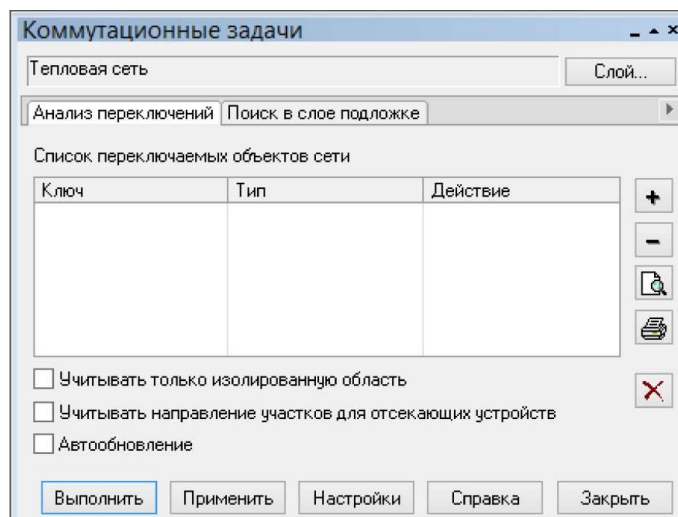

Рисунок 5 Диалог «Коммутационные задачи»
1. Выполните команду главного меню Задачи/Коммутационные задачи или нажмите кнопку  на панели инструментов. Появится диалоговое окно Коммутационные задачи, (Рисунок 5. «Диалог «Коммутационные задачи»»).